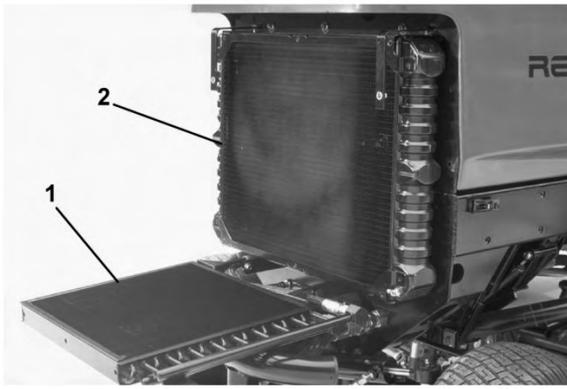

Figura 61
3. Desenrosque los pomos y gire hacia atrás el enfriador de aceite (Figura 61). Limpie a fondo ambos lados del enfriador de aceite y la zona del radiador con aire comprimido. No utilice agua. Abra el capó y expulse los residuos hacia la parte trasera de la máquina. Gire el enfriador a su posición inicial y apriete los pomos.